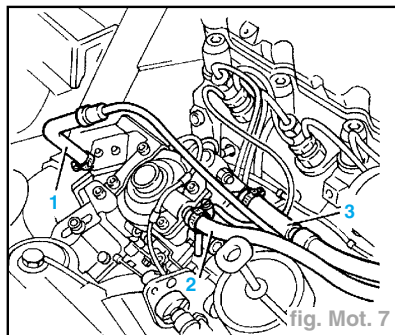

fig. Mot. 7
- Défaire le collier de retenue et extraire le tuyau (1) d'entrée carburant dans la pompe ; desserrer les colliers, dégager le tuyau (2) du limiteur de débit carburant (LDA) et le tuyau (3) de sortie carburant de la pompe (fig. Mot. 7).